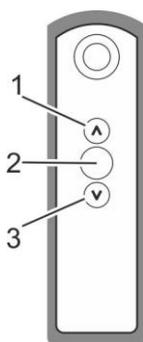

Abb. 4: Funkhandsender (beispielhafte Darstellung)
- Beleuchtung einschalten: AUF-Taste (Abb. 4/1) drücken.
- Beleuchtung ausschalten: AB-Taste (Abb. 4/3) drücken.
- heller: AUF-Taste (Abb. 4/1) gedrückt halten.
- dunkler: AB-Taste (Abb. 4/3) gedrückt halten.
- Voreingestellte Helligkeit: Taste (Abb. 4/2) drücken.